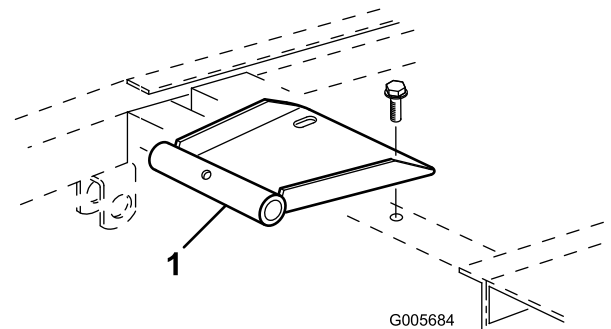

Bild 8
2. Montieren Sie die Schwenkhalterungen mit zwei Bundschrauben am Sitz (liegen dem Sitz bei) (Bild 8)
4. Montieren Sie die Schwenkhalterung mit zwei Bundschrauben am Sitz (liegen dem Sitz bei) (Bild 8).